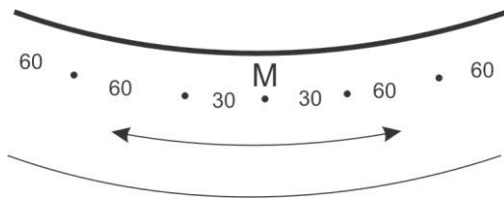

Abb. 2.1
## Schritt 2: Befestigung von Haken und Spannern, Löcher für Stifte (Abb. 2.1 bis 2.5)
Im Abstand vom 60 cm sind vom Ausgangsmesspunkt „M“ ca. 5 –10cm unter dem Handlauf die Stellen für Haken (13) rundum das Becken zu markieren (vom Haken zu Haken immer ca. 60 cm. Abb. 2.1. Zusätzlich sind zwei Markierungen für Haken im Abstand vom 30 cm rechts und links vom Ausgangsmesspunkt „M“ zu markieren.